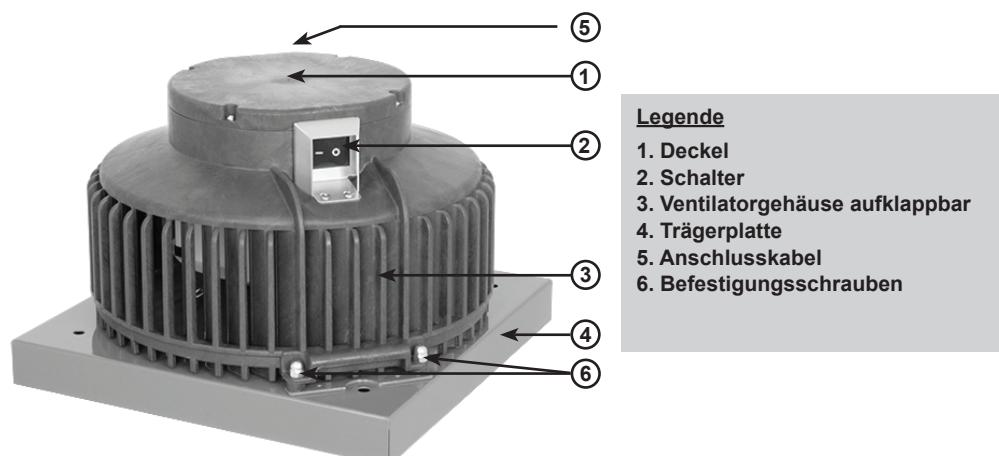

Abb. 1:
- Nach dem Losschrauben der Befestigungsschrauben (6) (siehe Abb. 1) kann das Lüftungsgehäuse zu Reinigungs- und Inspektionszwecken aufgeklappt werden.
- Nach Überprüfung und Anschluss ans Stromnetz wird als letztes der Schalter (2) (siehe Abb. 1) auf „I“ geschaltet. Der Ventilator läuft an.
Nach abschrauben des Deckels (1) (siehe Abb. 1) liegt die Druckregelplatine frei.